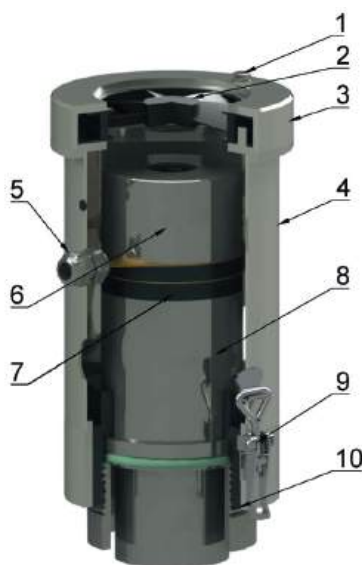

Рис. 16 Устройство электромеханического преобразователя
3. ослабить гермоввод высокочастотного кабеля **5** (Рис. 16);
2. зафиксировать ЭМП гайкой прижимной **10**, надетой на рупор **8** (Рис. 16);
3. отвинтить винты фиксации **1** корпуса кулера **3** (Рис. 16);
2. установить кулер **2** на посадочное место (Рис. 16 Устройство электромеханического преобразователя);